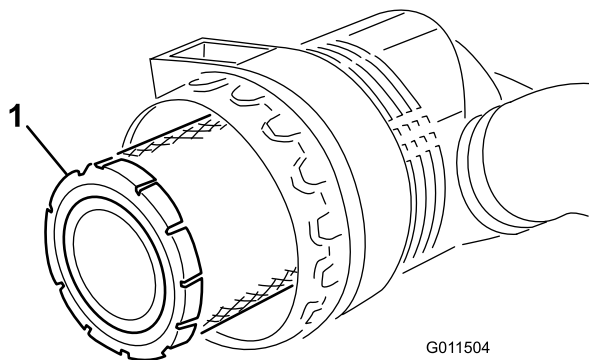

Bild 49
3. Entfernen Sie den Hauptfilter (Bild 49). Das Reinigen eines verwendeten Elements wird nicht empfohlen, da das Filtermedium beschädigt sein könnte. Prüfen
4. Wechseln Sie den Hauptfilter aus (Bild 49).